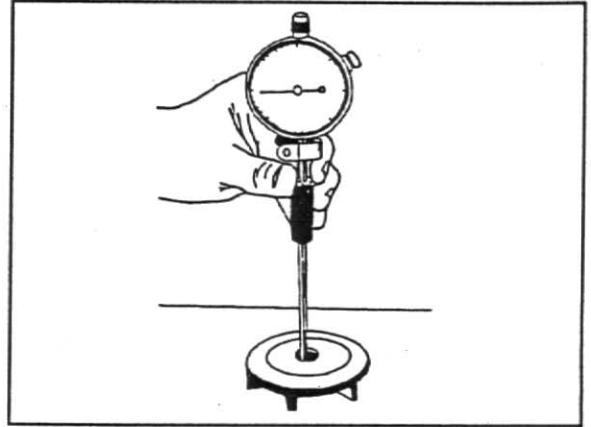

Fig. 14
4. Verifique o diâmetro interno do alojamento do eixo junto ao rotor. Com a determinação dos diâmetros no eixo e no rotor, calcule a interferência de montagem. Diâmetro do alojamento no rotor: 19,045 - 19,07 mm ou 0,7498 - 0,7508 pol, fig. 14.